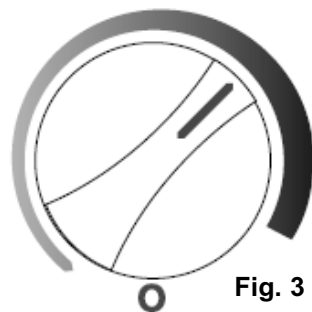

Fig. 3
- Lorsque le refroidissement maximal est réalisé, retournez la commande du thermostat sur l'échelle bleue foncée à la position équivalente à 2 heures sur la face d'un cadran. Voir la Fig. 3.